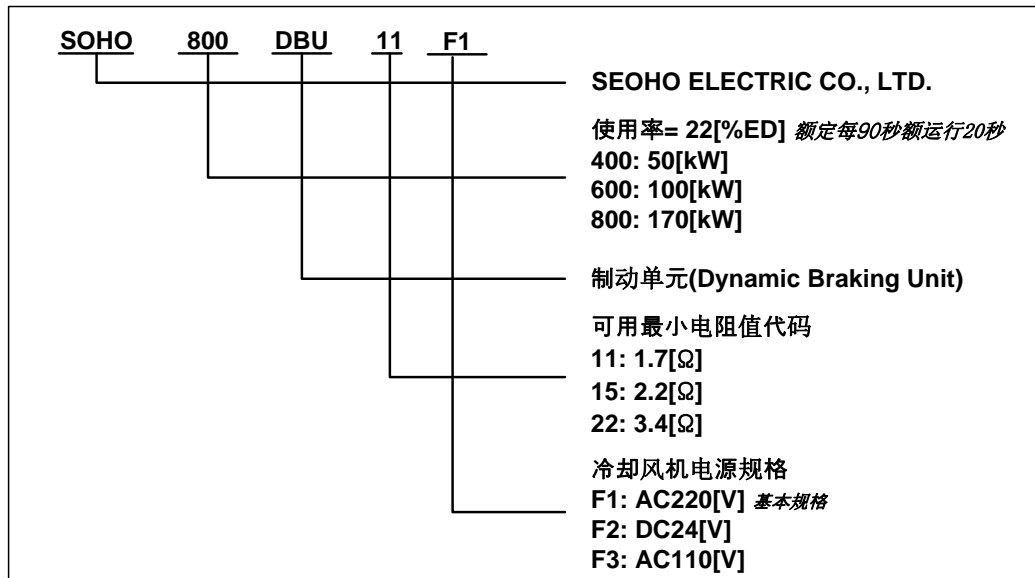

图 2-1 型号标识代码
**SOHO 制动单元**在出厂前经过了严格的性能检测，开封后请确认产品是否有破损并检查配件是否遗漏。（参照图 2-1 的型号标识代码）